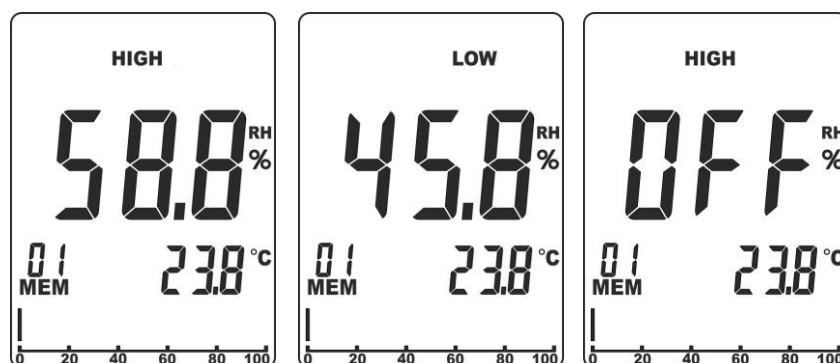

Abb. 5: Einstellung von Alarm-Schwellen für die Messung %RH
1. Drücken und halten Sie die Tasten **RH%** und **MODE/ZERO** gleichzeitig einige Sekunden lang. Das Symbol "HIGH" wird im Display auf der Oberseite angezeigt (siehe Abb. 5 – linke Seite).
2. Benutzen Sie die Pfeiltasten ◀ oder ▶ zur Einstellung des maximalen Grenzwerts im Bereich: **0.1% ÷ 99.9%**. Bei diesen Bedingungen gibt das Gerät einen **intermittierenden** Ton ab, wenn der gemessene Feuchtigkeitswert die Alarmgrenze überschreitet. Wählen Sie **“OFF”** zur Deaktivierung der Alarmgrenze (siehe Abb. 5 – rechte Seite).
3. Drücken Sie die Taste **MEM/ALM** zur Bestätigung und zum Wandern zur Einstellung des minimalen Grenzwerts. Das Symbol **“LOW”** wird im Display auf der Oberseite angezeigt (siehe Abb. 5 – Mitte).